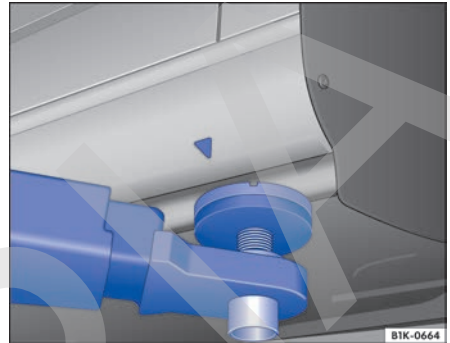
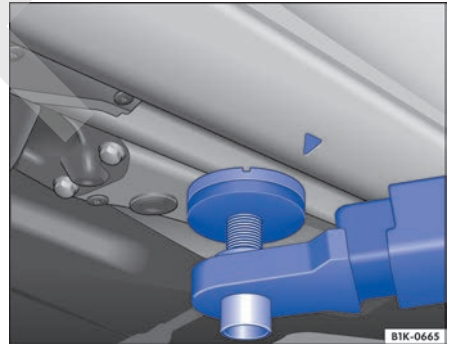

Fig. 153 Puntos de apoyo en la parte delantera para elevar el vehículo con la plataforma elevadora o el gato.
Fig. 154 Puntos de apoyo en la parte trasera para elevar el vehículo con la plataforma elevadora o el gato.
El vehículo únicamente se deberá elevar por los puntos de apoyo que se muestran en las figuras → fig. 153 y → fig. 154. Si el vehículo no se eleva por los puntos indicados, podría sufrir daños →  y causar lesiones graves → .
- Eleve el vehículo únicamente por los puntos de apoyo que se muestran en las figuras → fig. 153 y → fig. 154. Si el vehículo no se eleva por los puntos de apoyo indicados, podría caerse de la plataforma, por ejemplo, al desmontar el motor o la caja de cambios.